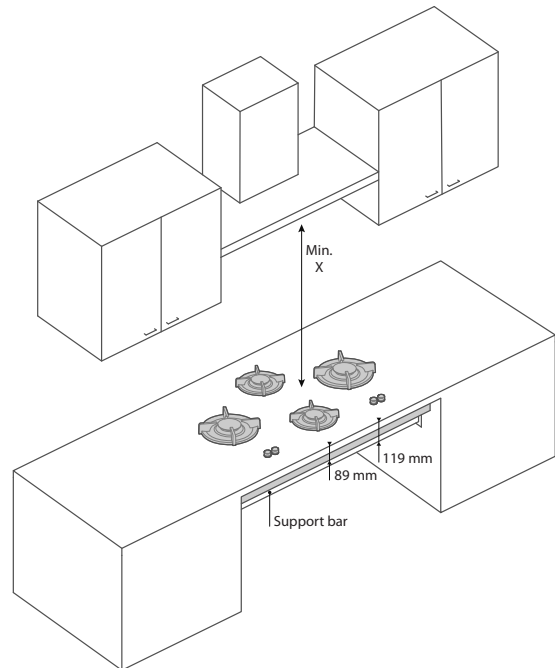

fig. 2
- Zodra de module bijvoorbeeld boven een lade wordt gepland, dient u rekening te houden met de totale dikte van de unit en ondersteuningsset van 119 mm (TS) gemeten vanaf de bovenkant van het blad (fig. 2).
- Om doorbuigen van het keukenblad te voorkomen, dient de module ondersteund te worden met de ondersteuningsset (fig. 2 en 3).